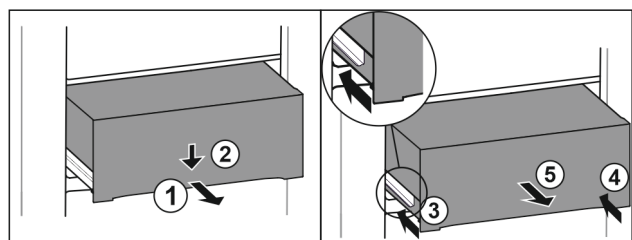

Fig. 154
- Dra ut utdragslåda till hälften. Fig. 154 (1)
- Tryck utdragslådan på framsidan nedåt. Fig. 154 (2)
- Skjut in vänster skena ca 2 cm. Fig. 154 (3)
- Skjut in höger skena ca 2 cm. Fig. 154 (4)
- Ta ut utdragslåda genom att dra den framåt. Fig. 154 (5)